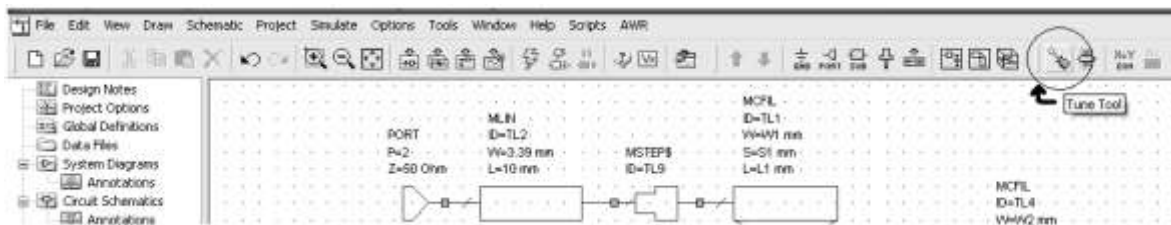

Figura 26 Ventana de trabajo activado el sintonizador.
2. Ir a la barra de herramientas y seleccionar la que corresponde a *Tune Tool* como se ve en la figura 26, al hacer esto se habilitara una herramienta con forma de destornillador.